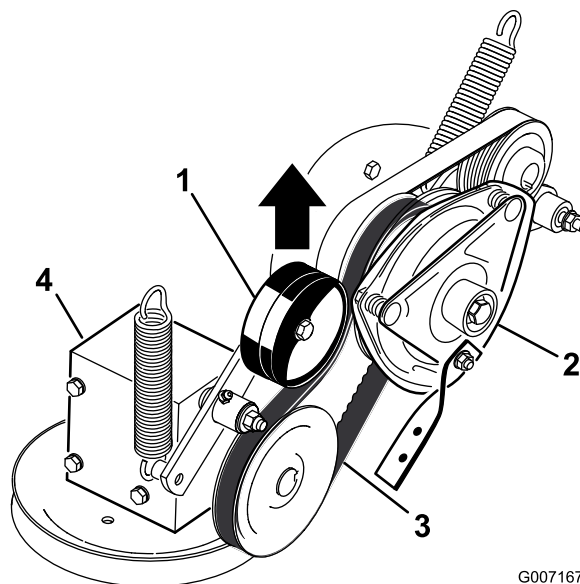

Figura 64
4. Sollevate la puleggia tendicinghia a molla della cinghia di trasmissione della PDF e rimuovete la cinghia dalla puleggia della frizione (Figura 64).
16. Sollevate la puleggia tendicinghia a molla della cinghia di trasmissione della PDF e installatela sulla puleggia della frizione (Figura 64).